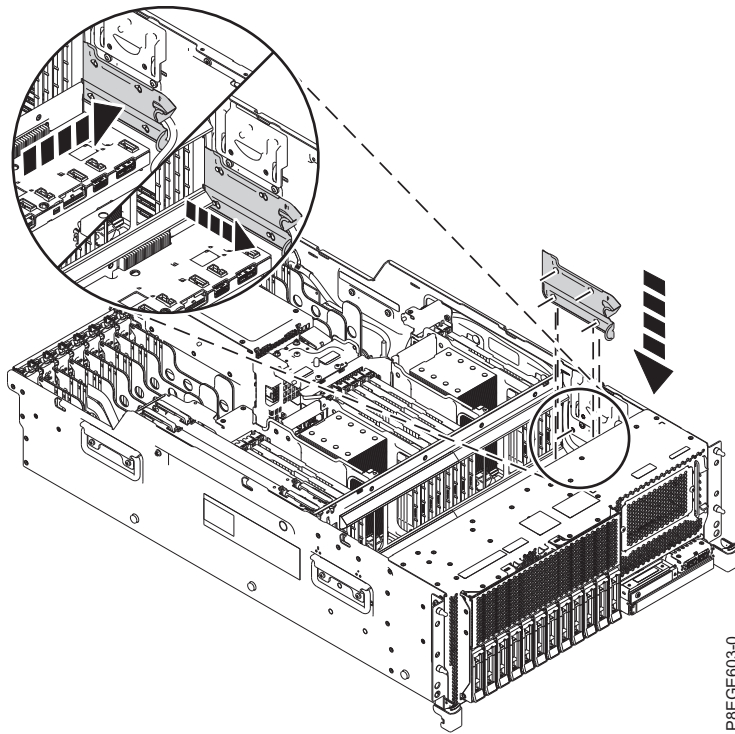

Abbildung 4. USB-Kabelabdeckung wieder einsetzen
5. Um die USB-Kabelabdeckung wieder zu installieren, drücken Sie die Abdeckung mit dem Schlitz auf die Stifte am Chassis. Fassen Sie den Griff oben an der Abdeckung und ziehen Sie diese zu sich. Ziehen Sie die Abdeckung nach vorne, bis die Stifte im Schlitz sitzen und der Griff, der sich oben an der Abdeckung befindet, einrastet. Siehe Abb. 4 auf Seite 7.